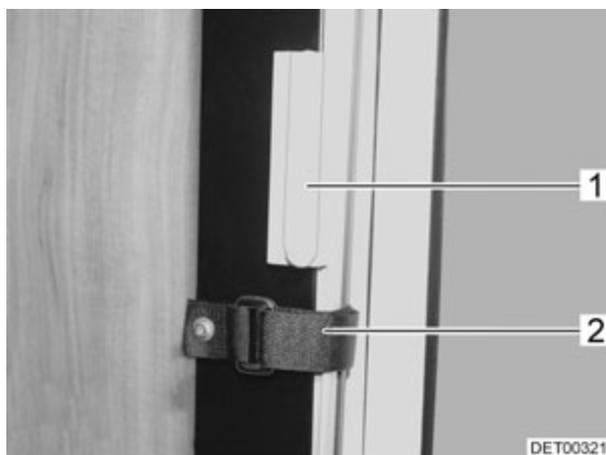

Fig. 46 Dispositif occultant plissé pour la fenêtre côté conducteur/passager (variante 2)
- Détacher la bande velcro des dispositifs occultants plissés pour les vitres latérales (Fig. 46,2).
- Saisir les dispositifs occultants plissés par la poignée (Fig. 46,1) et tirer avec précaution jusqu'à ce que le blocage magnétique les maintienne fermés.
- Repousser avec précaution les dispositifs occultants plissés des vitres latérales en le tenant par la poignée (Fig. 46,1).
- Bloquer les dispositifs occultants plissés à l'aide de la bande velcro (Fig. 46,2).